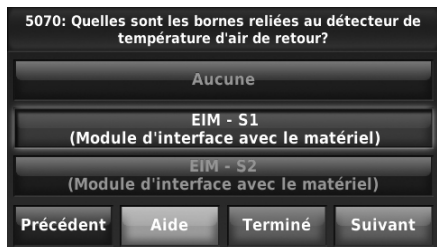

Fig. 9.
*s'assurer de sélectionner les bornes correctes pour les capteurs d'air de soufflage et d'air de retour. Par exemple, si le capteur d'air de retour est câblé à la borne S1, sélectionner S1 (voir Fig. 9) pour le capteur d'air de retour.*